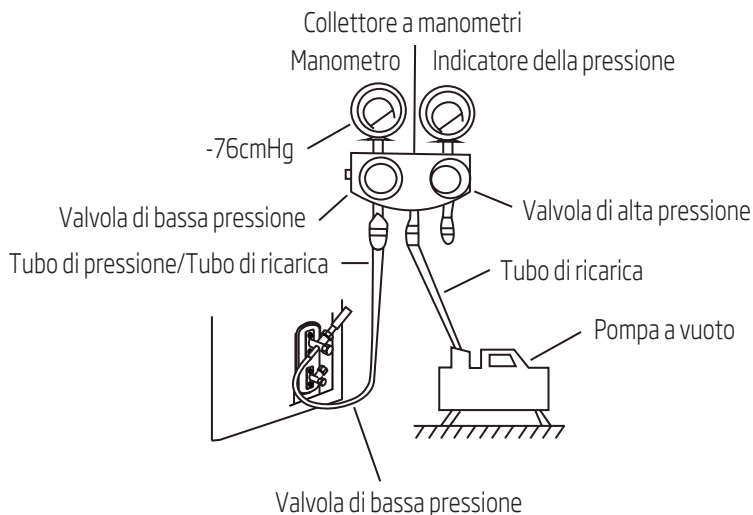

Fig. 7.1
3. Accertarsi che il tubo sia esattamente tagliato a 90°. Fare riferimento alla Fig. 7.1 per il taglio corretto del tubo.